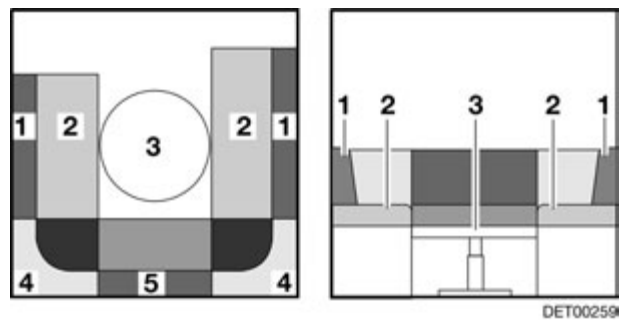

Fig. 64 Durante la transformación
- Extraer los cojines del respaldo (Fig. 64,1, 4 y 5).